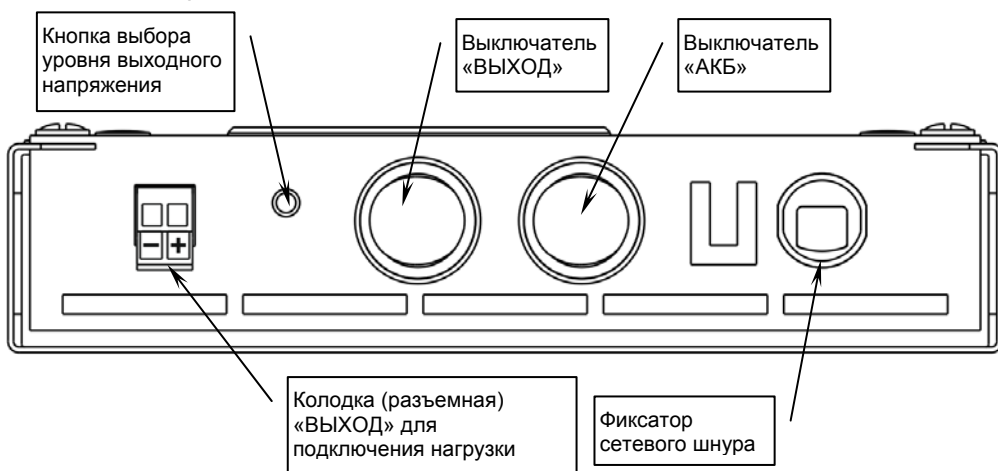

Рисунок 2 – Вид источника со стороны подключения (сетевой шнур условно не показан)
- ✓ возможность ступенчатого выбора уровня выходного напряжения с помощью кнопки последовательного циклического перебора (см. рисунок 2 и п.9 таблицы 1);
- ✓ возможность оперативного отключения выходного напряжения с помощью выключателя «ВЫХОД» (см. рисунок 2), указанный выключатель должен использоваться для отключения выходного напряжения при переключении уровня выходного напряжения кнопкой;
- ✓ возможность отключения АКБ с помощью выключателя «АКБ» (см. рисунок 2), указанный выключатель предназначен для отключения АКБ при транспортировке, хранении, или в случае длительного перерыва в эксплуатации источника.
- Убедиться в том, что выключатели «ВЫХОД» и «АКБ» (см. рисунок 2) находятся в положении «ВЫКЛ».
- Несколькими последовательными нажатиями на кнопку выбора уровня выходного напряжения (см. рисунок 2) установить нужное его значение, контролируя выбранный уровень с помощью светодиодных индикаторов красного цвета (каждый из шести индикаторов показывает свой уровень выходного напряжения из ряда значений: 3,0В; 4,5В; 6,0В; 7,5В; 9,0В; 12В);